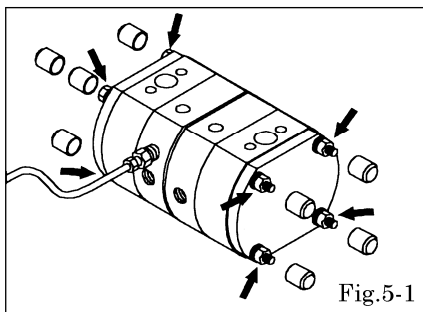

Fig.5-1
- ・タイロッド横両端のキャップ 8 か所を取り外す。〔Fig.5-1〕
- ・タイロッド横両端のナット 8 か所を外し、補助板、アウトチャンバーを取り外す。〔Fig.5-1〕